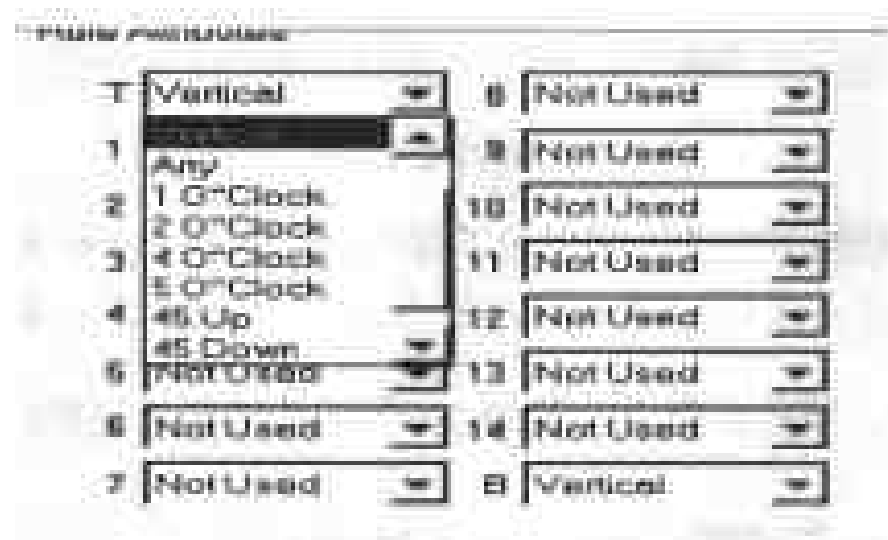

图 9-22 布线属性走线方式下拉式列表
2) Rule Attributes 区域。此区域用来设置各个版层的走线方式, 共有 16 个布线版层设置项, 单击设置项右端的下拉式按钮, 显示如图 9-22 所示的下拉列表, 其中各项包括 Not Used (该层不走线)、Horizontal (水平走线)、Vertical (垂直走线)、Any (任意走线)、1 O'Clock (一点钟方向走线)、2 O'Clock (二点钟方向走线)、3 O'Clock (三点钟方向走线)、4 O'Clock (四点钟方向走线)、5 O'Clock (五点钟方向走线)、45 Up (向上 45 度方向走线)、45 Down (向下 45 度方向走线) 及 Fan Out (针对 SMD 焊点的以扇出方式走线) 只能适用于单层板, 这时就可指定布线版层即走线方式了。